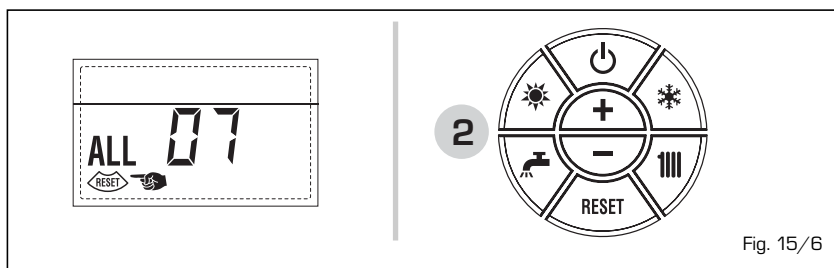

Fig. 15/6
- **WATER CIRCULATION ANOMALY ALARM 09 (fig. 15/8)**